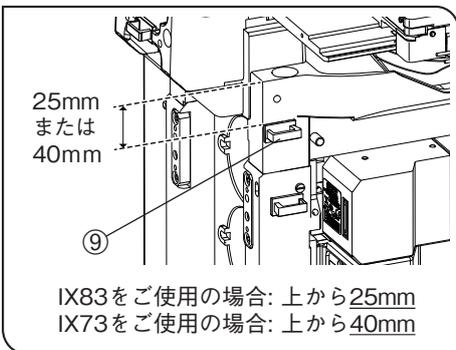

図 18
- 6) BX3-SSU付属のケーブルホルダ⑨を顕微鏡に貼付けます。貼付け位置は、図18をご参照ください。